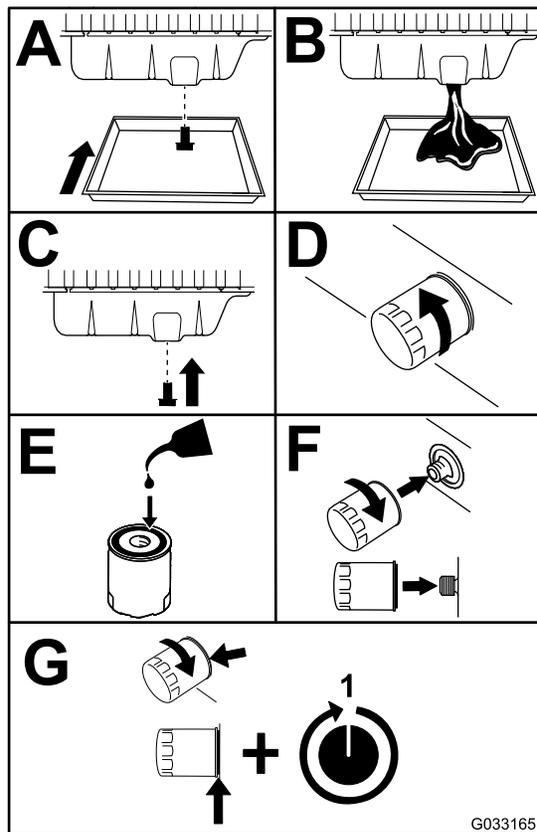

Figura 53
3. Cambie el aceite del motor y el filtro (**Figura 53**).